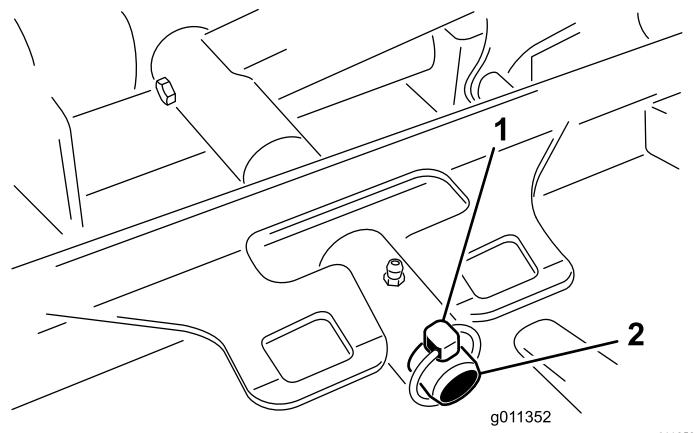

図 70
2. デッキのキャリアフレームを昇降アームのピボットピンに固定しているリンチピンモデル30874ではリテナナットを外す図70。
2. デッキのキャリアフレームを昇降アームのピボットピンにセットする図70。リンチピンモデル30874ではリテナナットをピンに取り付ける。